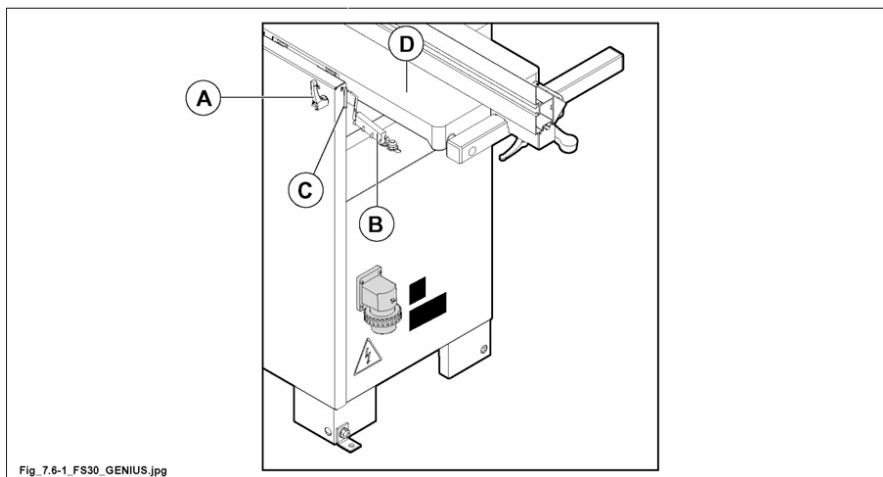

Abb. 7.6-1
- Die Blockierung (A Abb. 7.6-1) lösen.
- Auf den Hebel (B Abb. 7.6-1) einwirken zur Einstellung des Tisches (D Abb. 7.6-1) für die gewünschte Abtragung: Versetzung auf dem Schild (C Abb. 7.6-1) ablesen.
- Nach der Regulierung Hebel (A Abb. 7.6-1) anziehen.